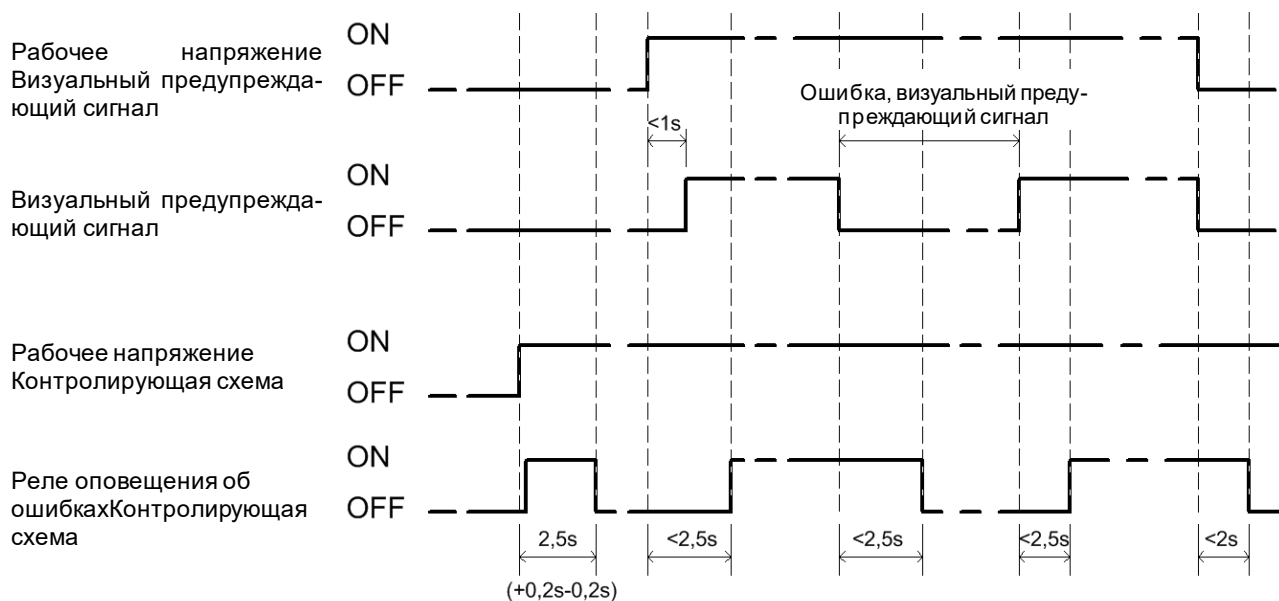

Рисунок 5 — Время срабатывания реле оповещения об ошибках
Предусмотренная система контроля и наблюдения должна иметь возможность выполнять анализ ошибок на основе вывода сообщения о неисправности в рабочем состоянии проблескового мигания и при участии схемы контроля. Существует следующая взаимосвязь между режимом работы и выходом сигнала неисправности. Следует также принимать во внимание положение коммутирующих элементов, как показано на Рисунок 5 — Время срабатывания реле оповещения об ошибках.
- При одновременной подаче питания на лампу предупреждающей сигнализации и контролирующую схему во время исправной работы в реле происходит смена контактов S1 и S2. Если смена контактов не осуществляется, значит, имеется ошибка в работе лампы предупреждающей сигнализации или контролирующей схемы; см. также временную зависимость на Рисунок 5 — Время срабатывания реле оповещения об ошибках. Это происходит также при отключении питания лампы предупреждающей сигнализации и контролирующей схемы.
Обе подсистемы (лампа предупреждающей сигнализации и контролирующая схема) имеют отдельные подключения питания. Это позволяет выполнить проверку следующим образом (временную зависимость см. на Рисунок 5 — Время срабатывания реле оповещения об ошибках):
Данные о поддержании безопасности процесс см. во временной диаграмме о принципе работы (Рисунок 5 — Время срабатывания реле оповещения об ошибках). На ней представлено время подачи светового предупреждающего сигнала и/или положение коммутирующих элементов реле оповещения об ошибках в зависимости от момента включения рабочего напряжения.